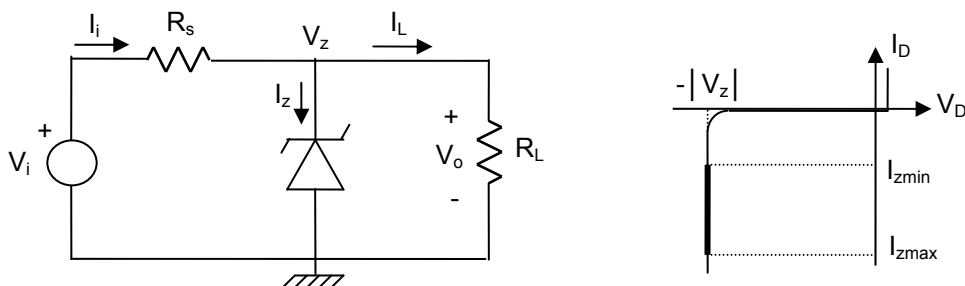

Figura 12.1.- a) Circuit estabilitzador amb zener. b) Regió de treball del zener.
Per a moltes aplicacions la magnitud d'aquesta variació amb el corrent no és acceptable, per la qual cosa convé realitzar un circuit anomenat estabilitzador que es connecta després del rectificador i del condensador. La realització més simple d'aquest circuit és amb una resistència i un díode zener tal com es mostra a la figura 12.1.
- 1.- Considereu l'estabilitzador zener de la figura 12.1. Si  $R_s$  val  $1 \text{ k}\Omega$ ,  $V_z = 7,5 \text{ V}$ , i  $V_i = 17 \text{ V}$ , per a quins valor de  $R_L$  el corrent pel díode zener serà inferior a  $5 \text{ mA}$ ?
Munteu el circuit de la figura 12.1 a la placa de connexions fent servir una resistència de  $1 \text{ k}\Omega$  com  $R_s$ , un zener de  $8,2 \text{ V}$  i una resistència de  $10 \text{ k}\Omega$  com  $R_L$ . La tensió d'entrada  $V_i$  la prendrem de la font d'alimentació ajustant-la a  $17 \text{ V}$  i fixant un corrent límit de  $500 \text{ mA}$ .